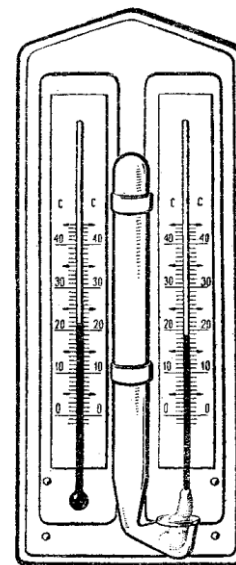

рис.6
1. Зарисуйте схему опыта, укажите название основных частей прибора (рис.6).